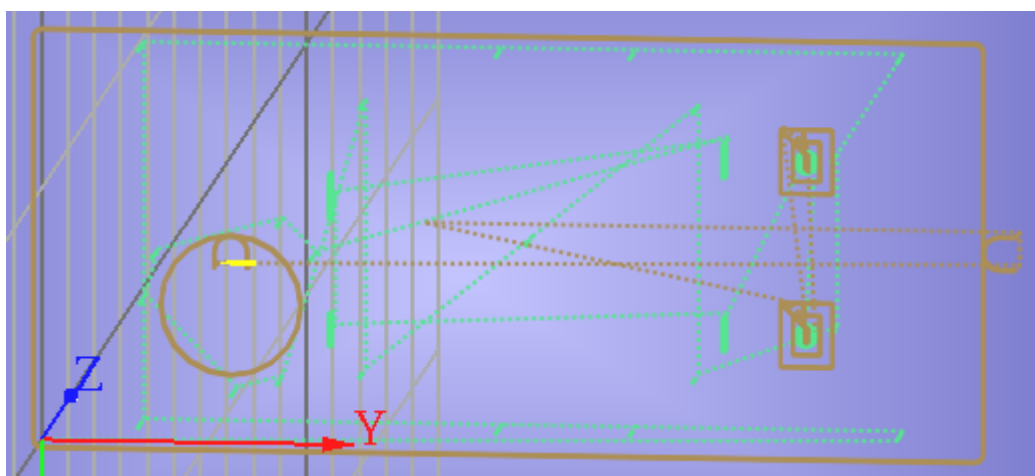

Рис. 1.3.15: Графическое отображение программы с разными цветами инструментов
6. Показать/скрыть цвет инструмента. Настройка, определяющая, будут ли траектории разных инструментов отображаться разными цветами (рисунок 1.3.15).